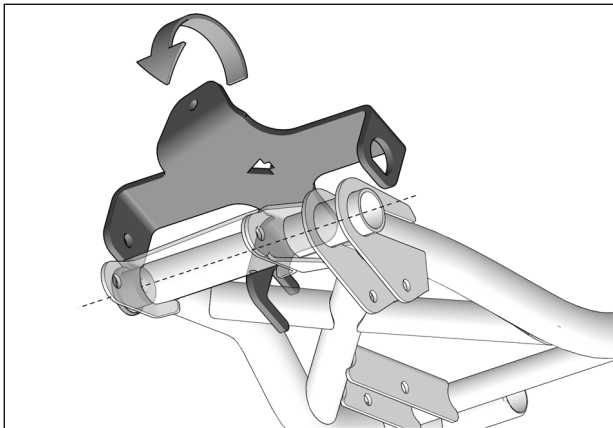

Fig. 6
7. Pivoter l'avant de l'ancrage vers le haut et aligner les trous de fixation de l'ancrage aux trous présents dans le bras de suspension. Voir la Fig. 6.